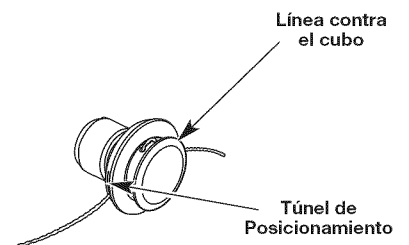

Fig. 13
- Hale la línea y cerciórese de que la línea esté contra el cubo y que esté totalmente extendida a través de los túneles de posicionamiento (Fig. 13).